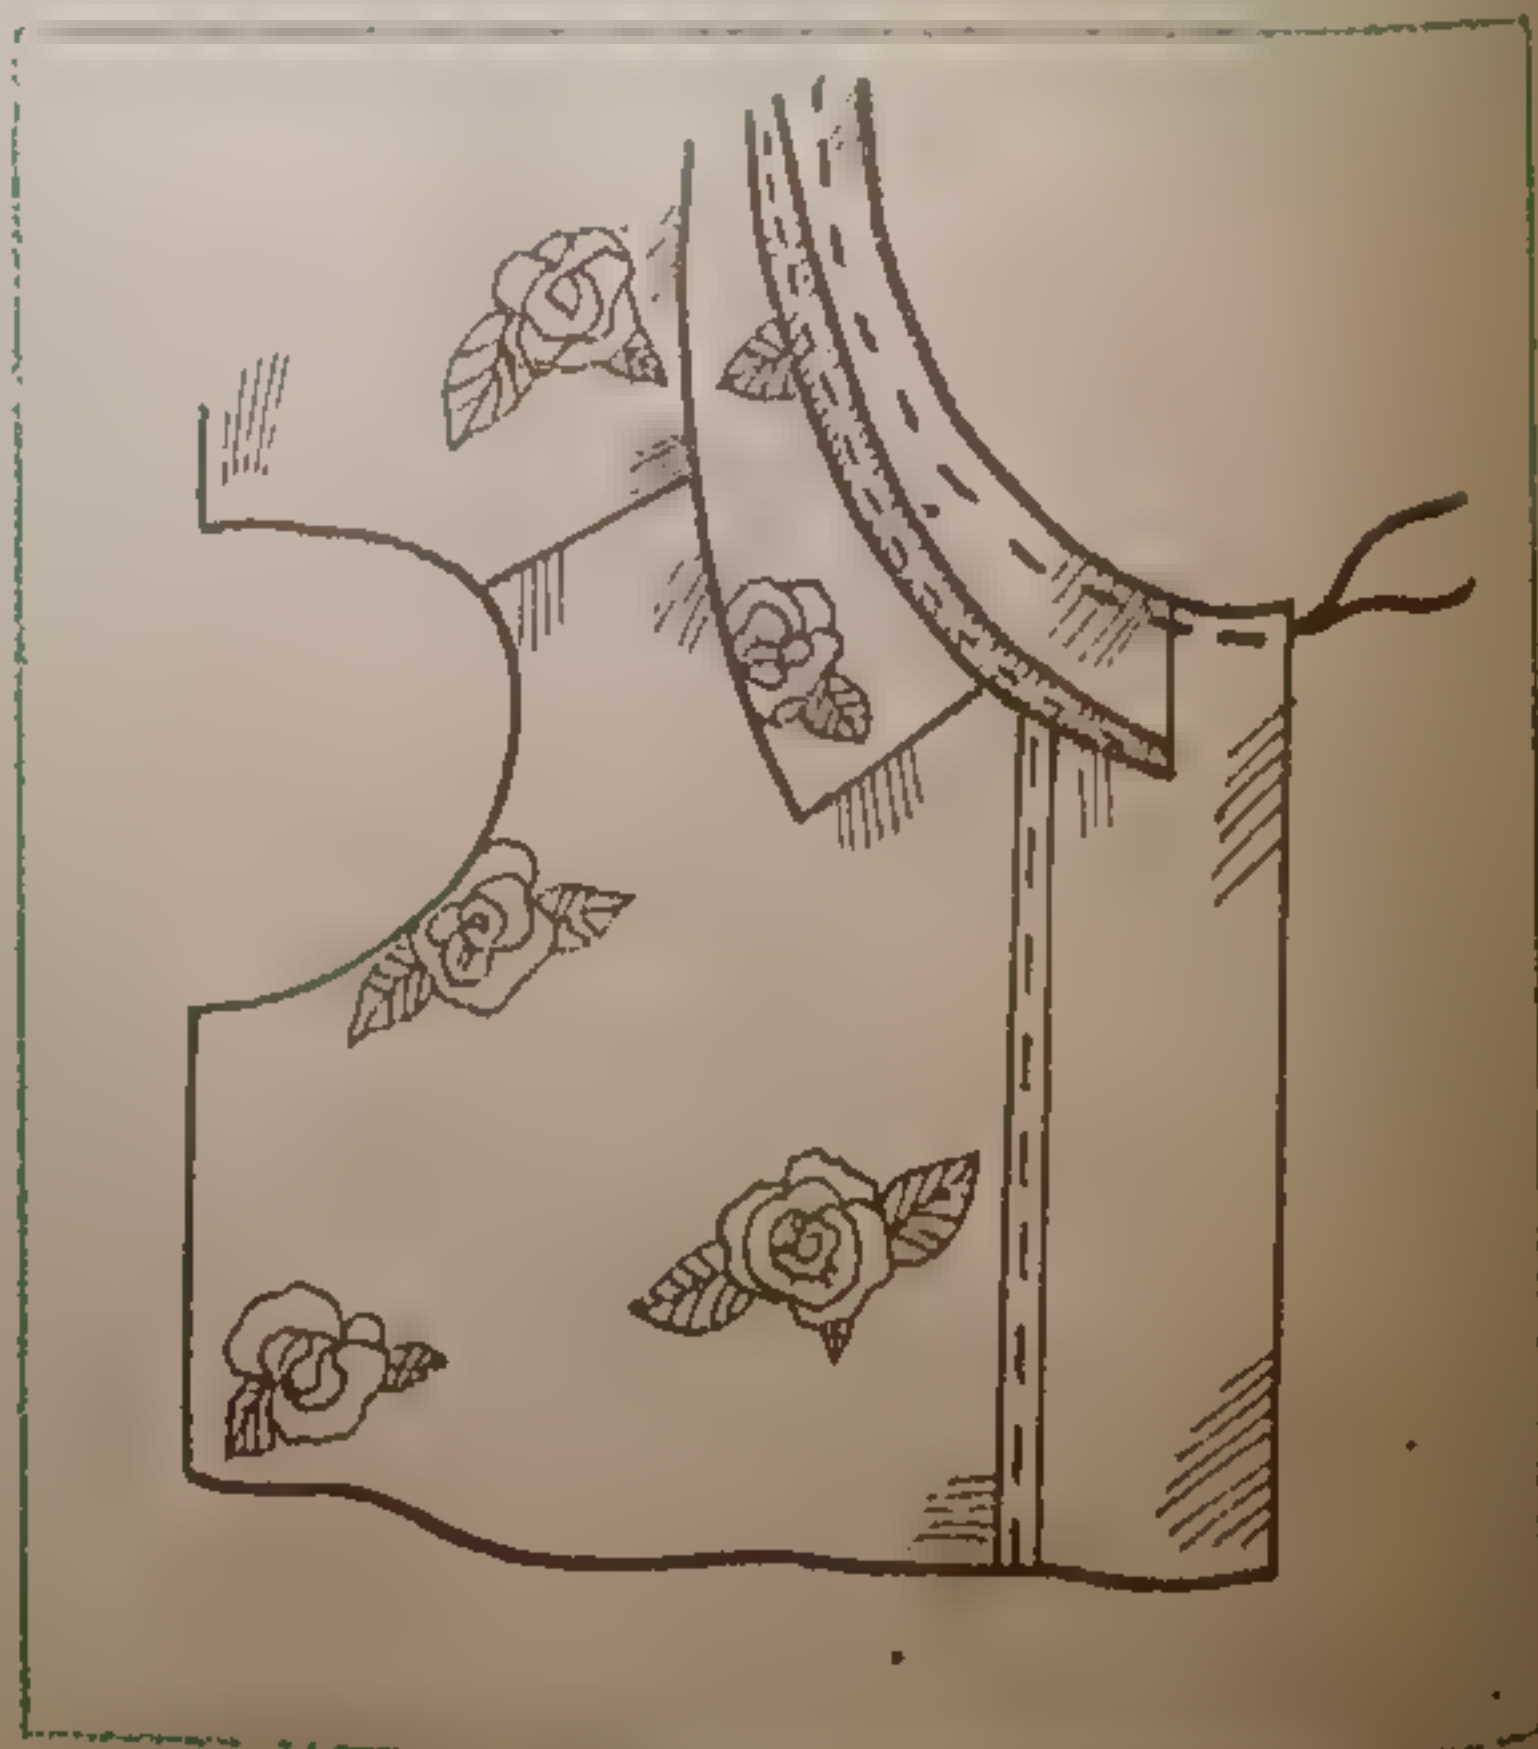

Рис. 66.
- сверху приметать косую бейку, предварительно обработанную с одной стороны швом вподгибку, длина которой на 3 см меньше длины линии горловины. Стачать все пять слоев в два приема, начиная от сгиба подборта, в данном случае цельнокроеного (рис. 66);